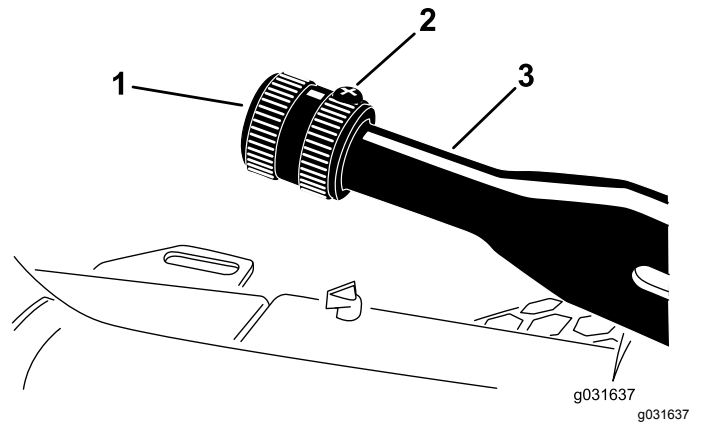

Figura 59
1. Afloje el tornillo de fijación que sujeta el pomo a la palanca del freno de estacionamiento (**Figura 59**).